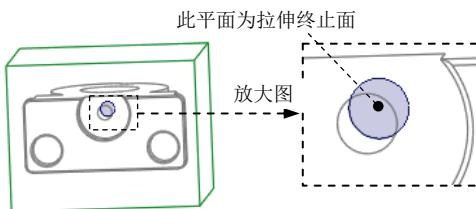
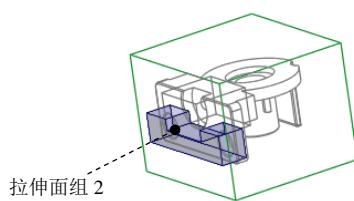

图 14.10 选取拉伸终止面
图 14.11 创建拉伸面组 2
(4) 设置深度选项。
① 在操控板中选取深度类型 (到选定的)。
② 将模型调整到图 14.10 所示的视图方位, 将鼠标移动到图 14.10 所示的加亮平面处右击, 从系统弹出的快捷菜单中选择 **从列表中拾取** 命令, 在系统弹出的“从列表中拾取”对话框中选择 **曲面 F1 (外部合并): HANDLE_FORK_MOLD_REF** 选项。在“从列表中拾取”对话框中单击 **确定 (O)** 按钮。
③ 在操控板中单击 **选项** 按钮, 在“选项”界面中选中 **封闭端** 复选框。
⑤ 在操控板中单击 按钮, 完成特征的创建。
Step4. 创建图 14.11 所示的拉伸面组 2。